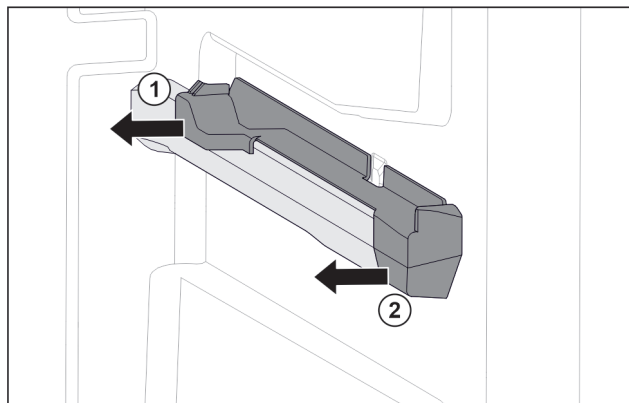

Fig. 75 Nasazovací díl na pravém žebrování na nádoby
- Stáhněte nasazovací díl vzadu na stranu. Fig. 75 (1)
- Stáhněte nasazovací díl vpředu na stranu. Fig. 75 (2)